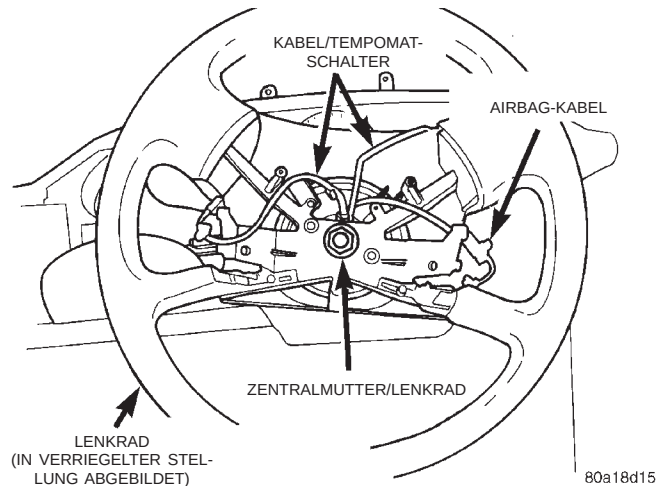
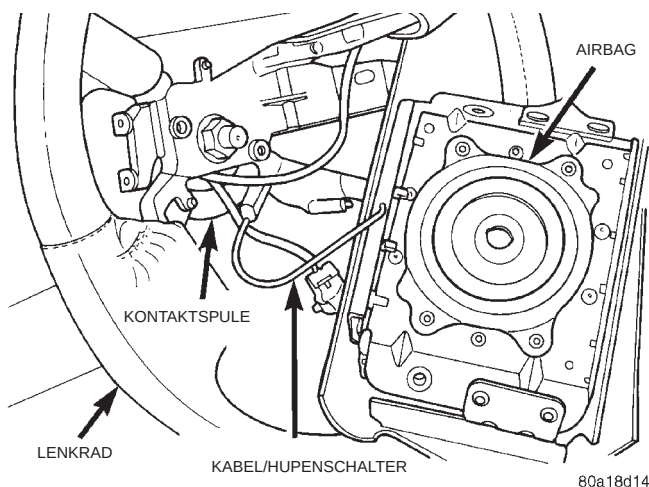
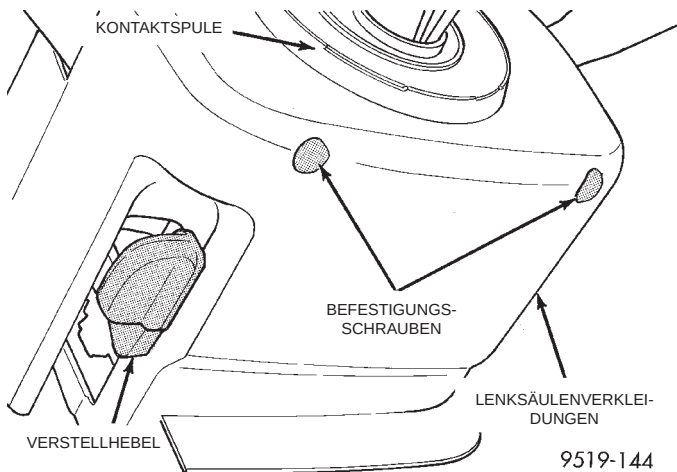

Abb. 13 Zentrmutter des Lenkrads
Abb. 12 Kabel zum Hupenschalter
**Abb. 15 Befestigungsschrauben der Lenksäulenverkleidungen**
(15) Das Kabel zum Hupenschalter im Airbag (Abb. 12) vom Kontaktpulsenkabel abziehen.
(16) Zündschloßzylinder in Stellung **Off (Aus)** drehen und den Zündschlüssel abziehen.
(17) Das Lenkrad eine halbe Umdrehung (180°) (Abb. 13) links herum drehen, bis das Lenkradschloß einrastet.
(18) Zentralmutter des Lenkrads vom Lenkrohr lösen (Abb. 13).
(20) Lenkrad mit dem Abzieher, Spezialwerkzeug CJ2001P, von der Lenksäule abbauen.
(21) Die beiden Schrauben lösen, mit denen die obere und untere Verkleidung an der Lenksäule befestigt sind (Abb. 15). Zuerst die obere Verkleidung abbauen, dann den Verstellhebel lösen und die Lenksäule in die höchste Stellung drücken. Zuletzt die untere Verkleidung abbauen.
(9) Die obere und untere Verkleidung der Lenksäule am Zündschaltergehäuse befestigen. Die beiden Befestigungsschrauben der Verkleidungen am Zündschaltergehäuse eindrehen (Abb. 15).
(10) Die Kontaktpule anhand der folgenden Anleitung zentrieren.
(11) Die Kabel der Kontaktpule durch die entsprechende Öffnung im Lenkrad schieben (Abb. 13). Das Lenkrad auf das Lenkrohr stecken, so daß die flachen Stellen der Lenkradnabe auf die entsprechenden Stellen der Kontaktpule zu liegen kommen.
(12) Zentriermutter des Lenkrads aufschrauben und festziehen, bis das Lenkrad bündig an der Kontaktpule anliegt. Dann die Zentriermutter mit einem Anzugsmoment von 61 N·m (45 ft. lbs.) festziehen.
(13) Das Zündschloß in Stellung "Unlock" (Entriegeln) drehen, so daß die Lenkradsperre gelöst wird.
(14) Die Kabel von der Kontaktpule durch die Durchführungen im Lenkrad zu den Tempomat-Schaltern verlegen.
(15) Das Kabel des Hupenschalters an dem Hupenkabel anschließen, das von der Kontaktpule kommt (Abb. 12).